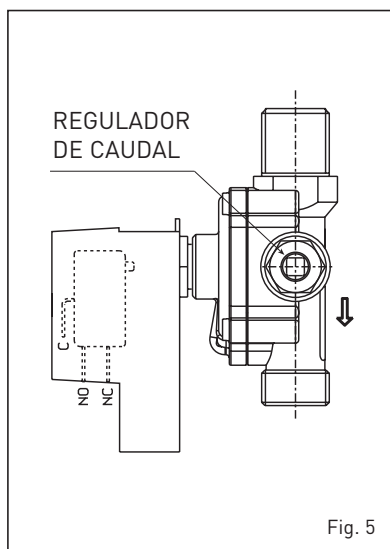

Fig. 5
2.2.2 Produção de água sanitária "DUETTO 25 ErP" (fig. 5)
Para regular o caudal de água sanitária actuar no regulador de caudal do presóstato da água (fig. 5):